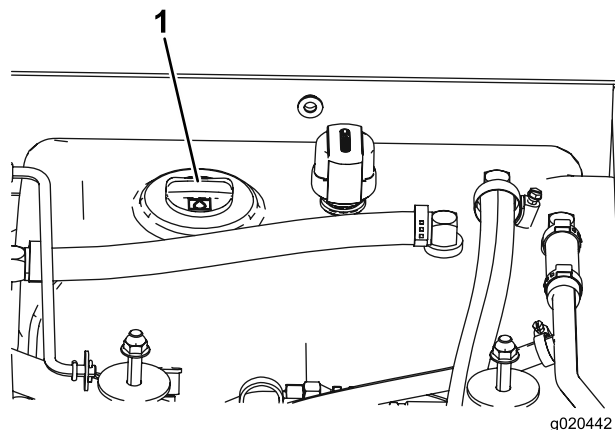

Figure 13
3. Nettoyez la surface autour du goulot et du bouchon de remplissage du réservoir hydraulique (Figure 13). Enlevez le bouchon du goulot de remplissage